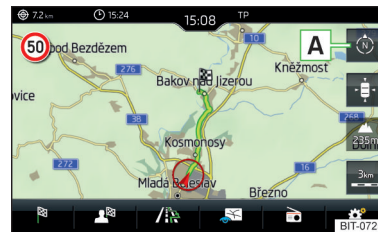

Fig. 213
► Pentru **modificarea orientării hărții** atingeți în meniul principal **Navigație** suprafața de comandă funcții **1** → **A** » fig. 213.